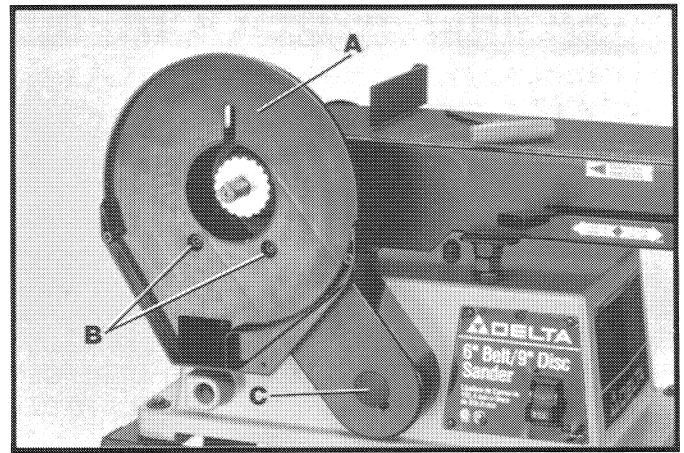

Fig. 8
1. Ensamble el protector de correa y polea (A) Fig. 8 a la máquina haciendo uso de los dos tornillos de cabeza de cubo hexagonal M6 x 55 mm (B), las arandelas de cierre y las arandelas planas en la manera ilustrada aquí. **AVISO:** Asegúrese que el tapón (C) esté instalado en el protector.